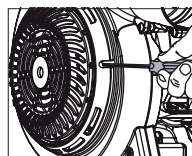

Fig. 04
1. Localize o furo na porta do motor. A aba da trava da porta é embutida no furo em direção à frente do soprador. Insira uma chave de fenda no furo e pressione a aba da trava da porta e eleve a porta para liberar a trava [Fig. 04].